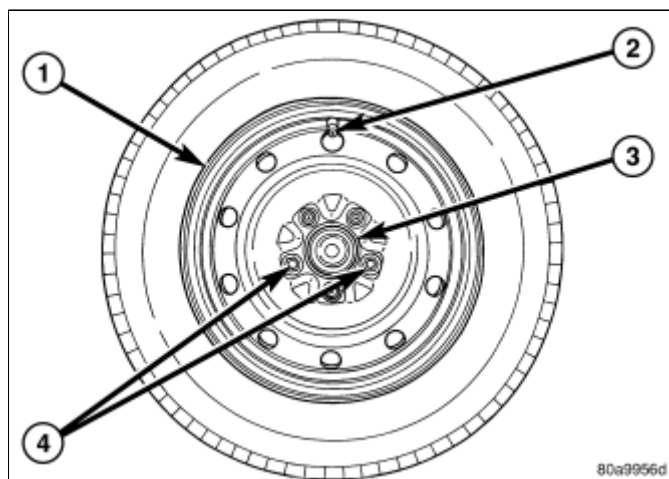

图 1 安装的两个车轮安装螺母
2. 将排气杆置于12点位置并以其为导引, 按照指示将两个车轮安装螺母安装到位于4点和8点位置的螺柱上, 并将其轻轻紧固 (图 1)。